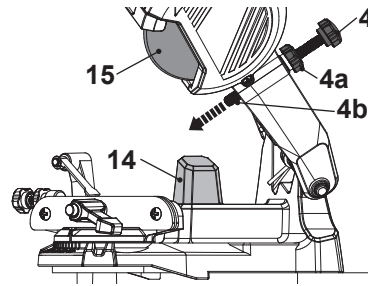

Fig. 6
1. Empuje hacia abajo el disco abrasivo (15) mediante el mango (1) hasta que la rosca del calibrador de profundidad (4b) toque el tope de profundidad (14) para comprobar la profundidad a la que puede insertarse el disco abrasivo (15) en la cadena de sierra (Fig. 6).
2. Afloje la tuerca de bloqueo (4a) y gire el calibrador de profundidad (4) para ajustar la profundidad de corte. Ajústelo de forma que el disco abrasivo (15) sólo pueda llegar a la profundidad absolutamente necesaria para afilar el borde de corte.